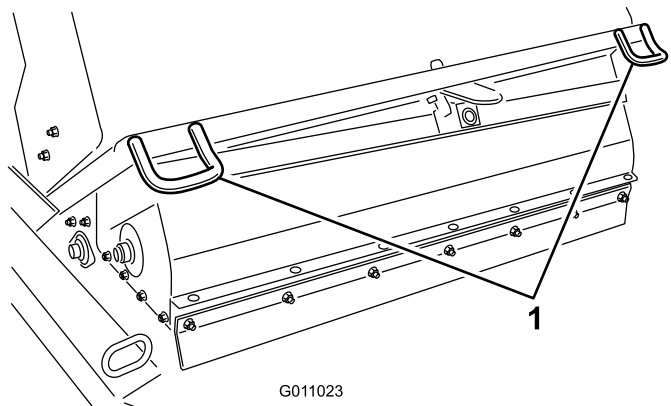
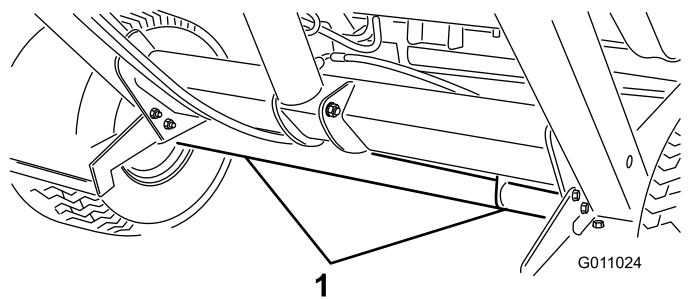

图 31
图 32
- 驾驶机器时使用栓系固定机器的前面图 31 和轴图 32 并将机器的后面固定在拖车上。